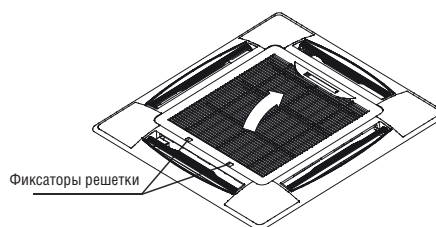

Рисунок 4-10
1. Снимите воздухозаборную решетку. Одновременно сдвиньте два фиксатора решетки к центру и потяните вверх. (См. рис. 4-10).